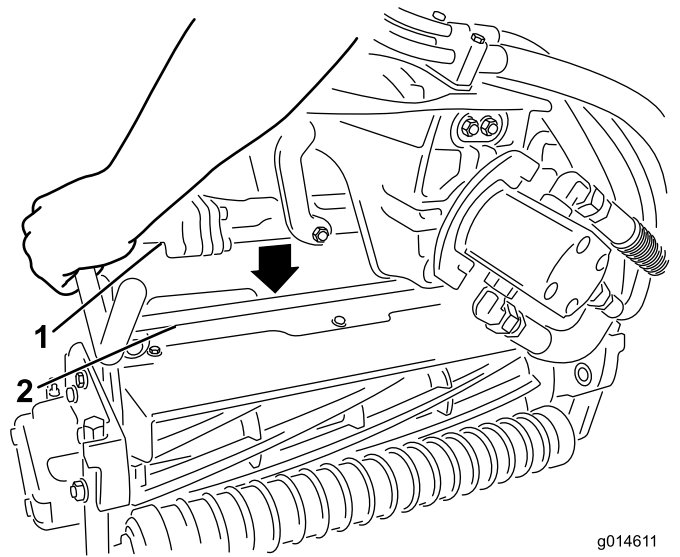
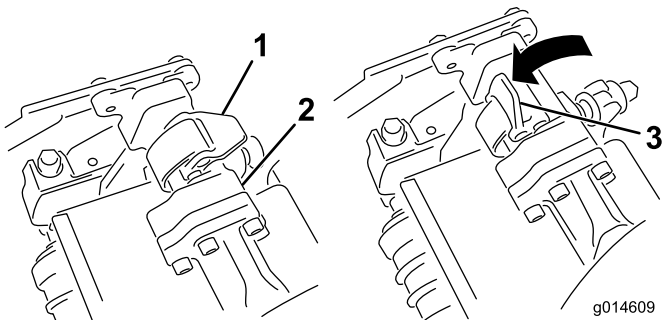

Figura 13
Figura 12
5. Con los enganches del brazo de suspensión orientados hacia arriba (es decir, abiertos) (Figura 12), empuje hacia abajo el brazo de suspensión de modo que la barra encaje en la barra situada en la parte superior de la unidad de corte (Figura 13).
6. Presione los enganches hacia abajo alrededor de la barra de la unidad de corte y bloquéelas (Figura 12).